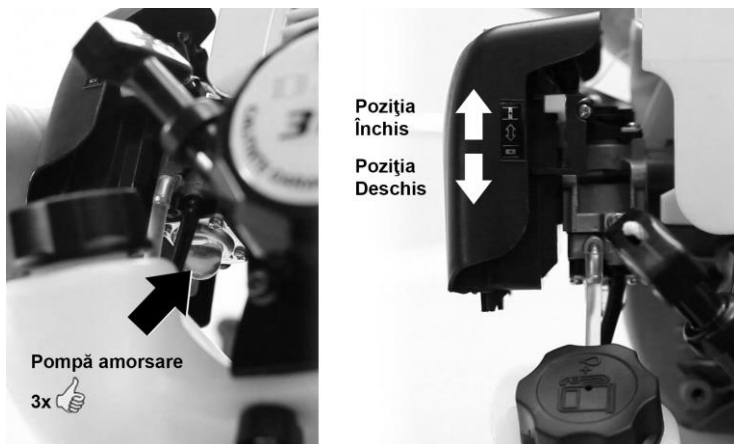

Fig. 8
- poziționați clapeta de șoc pe poziția închis conform Fig. 8
- tragerea este efectuată până când auziți primul simptom de pornire. După primul simptom de pornire opriți tragerile la sfoara demarorului și comutați clapeta de șoc pe poziția deschis (fig. 8).